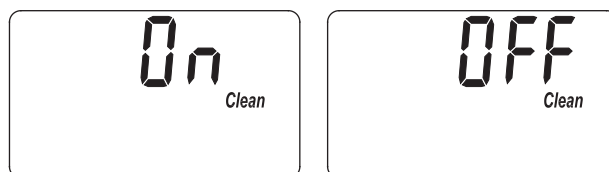

FIG. 27
1. Appuyez sur le bouton PROGRAM (programmer) et maintenez-le enfoncé jusqu'à ce que l'écran de la figure 24 s'affiche. Une fois l'écran affiché, appuyez deux fois sur le bouton PROGRAM (programmer) et l'un des deux écrans de la figure 27 s'affichera.